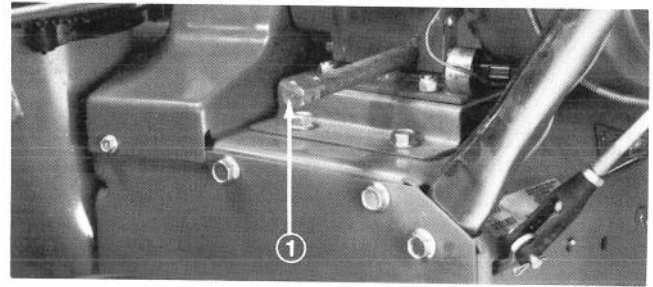

Abb. 31
3. Die Umgebung des Ölablassstopfens reinigen und die Ablasswanne unter den Ablasstopfen stellen. Dann den Ablasstopfen herausschrauben (Abb. 31).